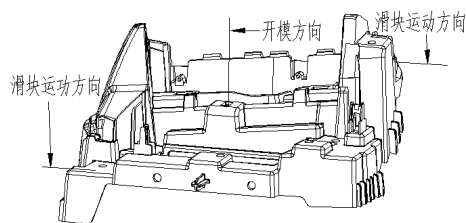

图 1-1 客户指定
1) 客户指定, 专业制造汽车模具的厂商会提供详细的开模方向, 如图 1-1 所示。